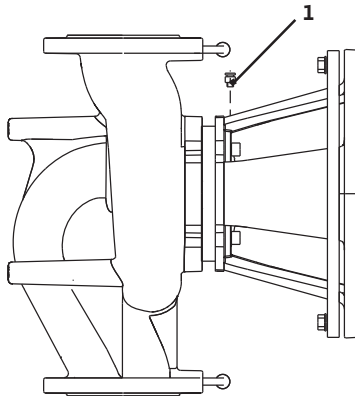

Fig. 41: Avluftningsventil
- Avlufta pumpen genom att lossa avluftningsventilen (fig. 41, pos. 1). Torrkörning förstör pumpens mekaniska axeltätning. Differenstrycksgivaren får inte avluftas (risk för skador).